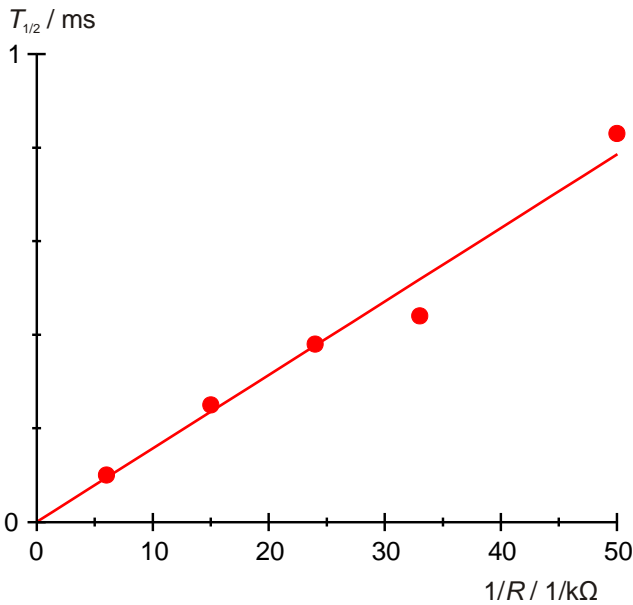

Fig. 5: Tempo di dimezzamento  $T_{1/2}$  come funzione del reciproco della resistenza  $R$ .
- Riportare in un diagramma i tempi di dimezzamento  $T_{1/2}$  della Tab. 3 rispetto ai reciproci delle resistenze ohmiche  $R$  e tracciare una retta d'origine (Fig. 5).
- Per verificare l'equazione (3) determinare dall'incremento lineare  $m_L$  l'induttanza  $L$ .